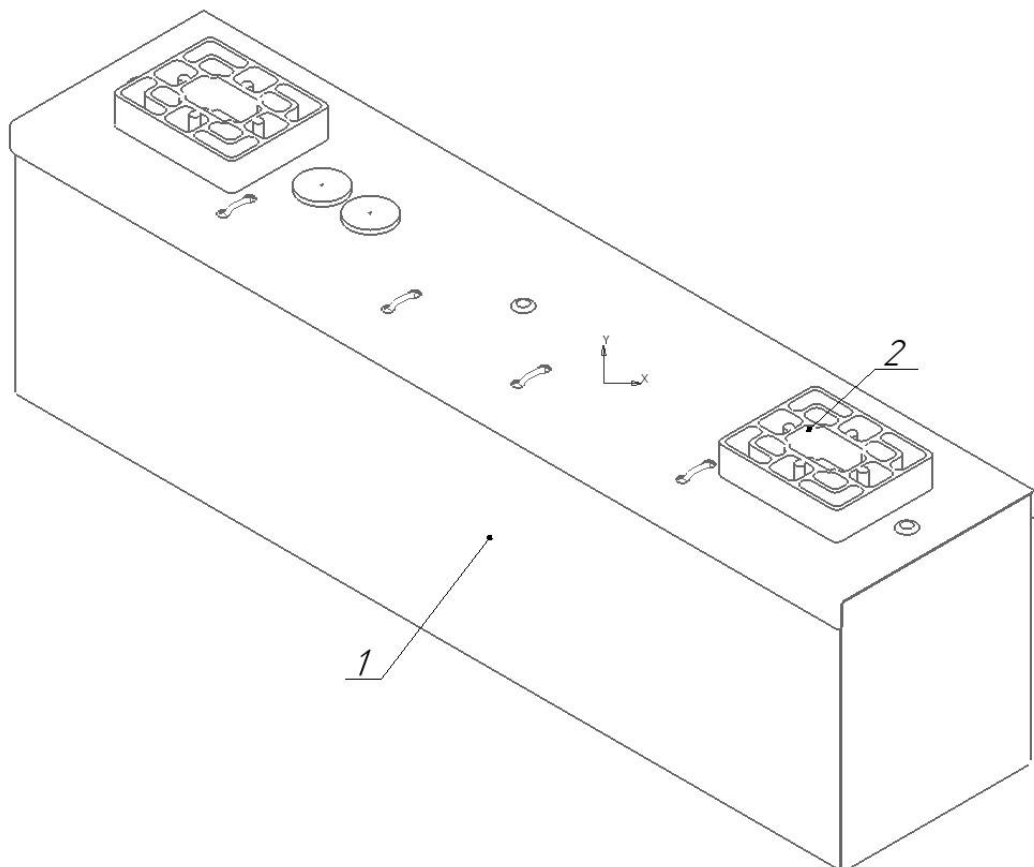

Рисунок 9 - Схема установки отсека источника питания
5.3.8. Установите крышку отсека источника питания и БАП, закрутив 2 винта (см. рисунок 9).